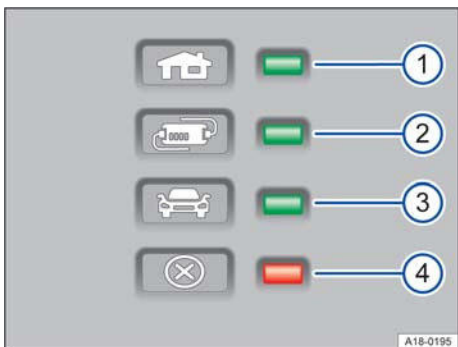

Fig. 2 Luzes de advertência e de controlo no dispositivo de proteção do cabo de carga.
Através do dispositivo eletrônico de proteção → Fig. 2, a ficha de carregamento mantém-se desligada da alimentação até ser inserida na tomada de carregamento do veículo.
Uma ou mais luzes de controlo → Fig. 2 ①, ② ou ③ acendem-se a verde.
Indicação → Fig. 2	Significado
① acesa	Cabo de carregamento ligado a rede elétrica.
①, ② acesas, ③ pisca	A bateria de alta tensão está a ser carregada.
①, ② e ③ acesas	Processo de carregamento terminado. A bateria de alta tensão foi carregada.
ⓘ Frequentemente, cabos de carga fornecidos em países que não a Noruega, não podem ser utilizados na Noruega para efetuar o carregamento pela tomada de alimentação. A luz avisadora → Fig. 2 ④ não tem qualquer indicação uma vez que a rede elétrica é diferente.